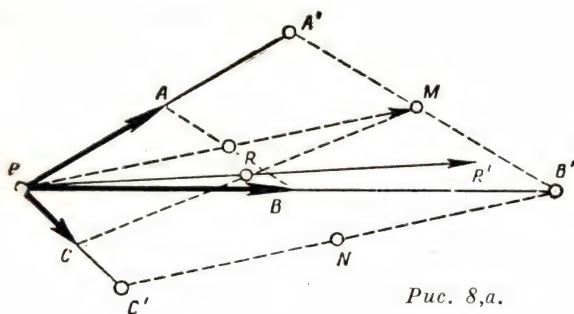

Рис. 8, а.
Обратимся теперь к доказательству формулы (3). Возьмем три вектора \vec{PA} , \vec{PB} , \vec{PC} (рис. 8а), построим точки A' , B' , C' , симметричные точке P относительно точек A, B, C соответственно, и обозначим буквами M и N середины сторон $A'B'$ и $B'C'$ четырехугольника $PA'B'C'$.
Рис. 8 б.
Аналогично имеем (рис. 8, б): $\vec{PB} + \vec{PC} = \vec{PN}$, откуда